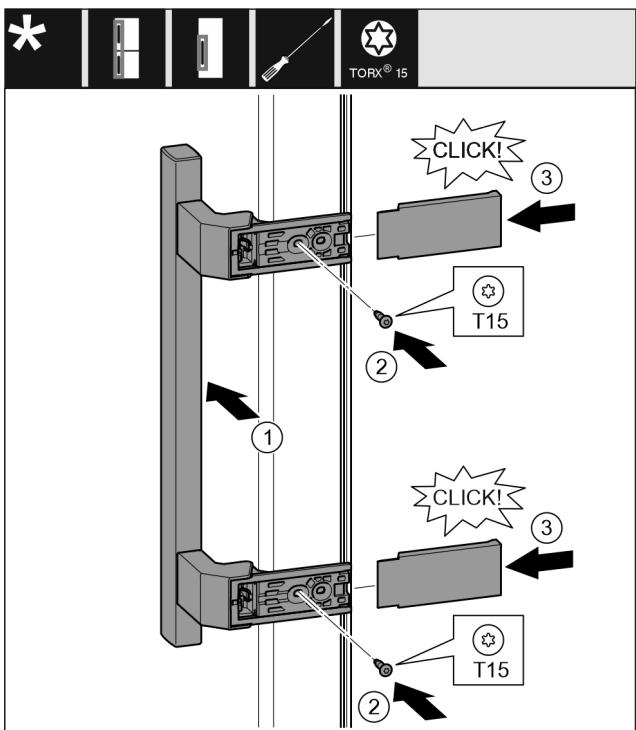

Fig. 15
- Встановіть ручку з протилежного боку. Fig. 15 (1)
- За допомогою викрутки T15 закрутіть гвинти. Fig. 15 (2)
- Встановіть збоку кришки і посуньте їх. Fig. 15 (3)